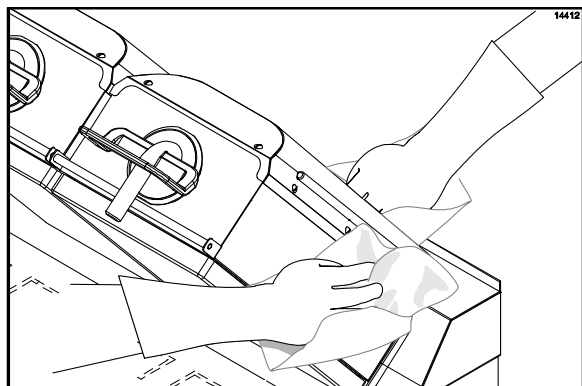

Figure 62
32. Rincer les surfaces avant, latérales et arrière des plaques avec un chiffon gril propre et trempé dans de l'aseptisant, en commençant par la plaque de droite et en finissant par celle de gauche (Cf. Figure 62).